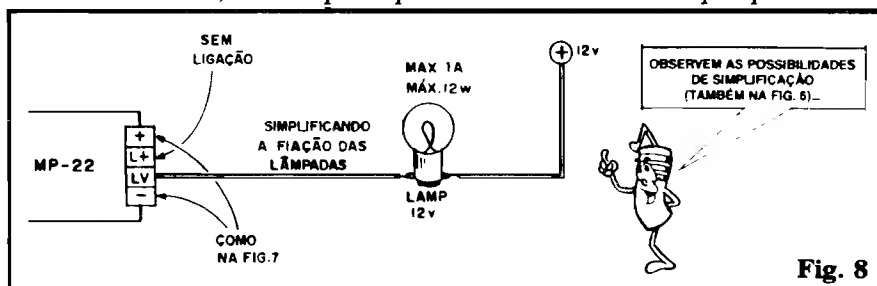

Fig. 8
- **FIG. 8** - Em alguns casos, se a localização das lâmpadas for relativamente distante da posição onde está instalada a MP-22, pode-se simplificar as conexões, ligando apenas **uma** das linhas da cabagem paralela à Saída "LV" da MP-22, com a "outra" linha acoplada diretamente a qualquer ponto do sistema elétrico do carro reconhecidamente sob os 12V **positivos** da bateria... Quem preferir comandar **apenas uma** lâmpada de boa potência (até 12W, lembrem-se...?), poderá adotar esse tipo de conexão, que simplifica as coisas... Entretanto, nada impede que